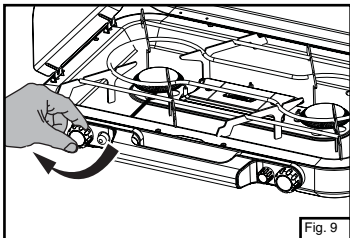

Fig. 9
- Cierre firmemente ambas válvulas del quemador. (Fig. 9)